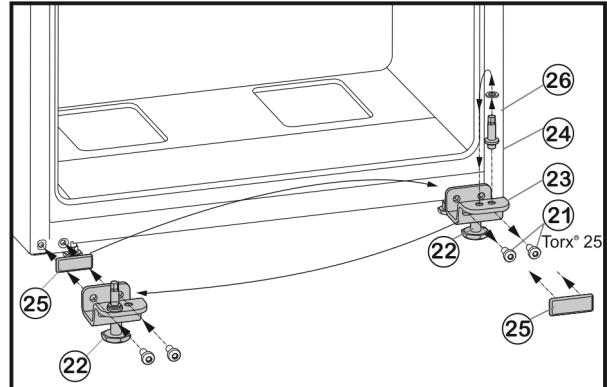

Fig. 8
- ▶ Befestigungsschrauben Fig. 8 (21) abschrauben.
- ▶ Lagerbock unten Fig. 8 (23) komplett mit Lagerbolzen Fig. 8 (24), Scheibe Fig. 8 (26) und Stellfuß Fig. 8 (22), abnehmen.
- ▶ Lagerbolzen Fig. 8 (24) komplett mit Scheibe Fig. 8 (26) abschrauben, in das gegenüberliegende Aufnahmeholz des Lagerbocks umsetzen und wieder festschrauben.
- ▶ Abdeckplatte Fig. 8 (25) vorsichtig abnehmen und auf die Gegenseite umsetzen.
- ▶ Lagerbock unten Fig. 8 (23) komplett, mit Lagerbolzen Fig. 8 (24), Scheibe Fig. 8 (26) und Stellfuß Fig. 8 (22) auf der neuen Scharnierseite ggf. mit Hilfe eines Akkuschraubers **fest (mit 4 Nm)** wieder anschrauben.
- ▶ Tür von oben auf Lagerbolzen Fig. 8 (24) aufsetzen.
- ▶ Stellfuß Fig. 8 (22) am Lagerbock unten Fig. 8 (23) herausdrehen, bis er auf dem Boden aufliegt.